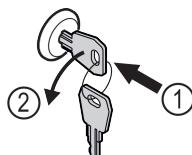

Fig. 177
- Пъхнете ключа. Fig. 177 (1)
- Завъртете го на 90° обратно на часовниковата стрелка. Fig. 177 (2)